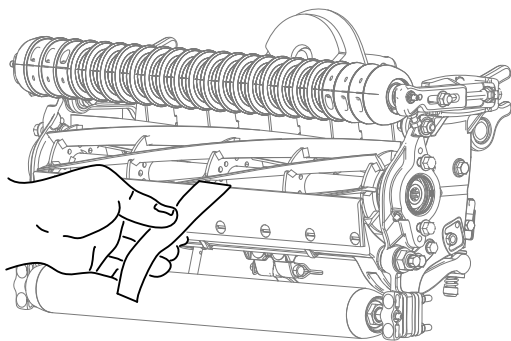

Figure 11
12. Contrôlez la performance de coupe en insérant une longue bande de papier de performance de coupe entre le cylindre et la contre-lame, perpendiculairement à la contre-lame (Figure 11).